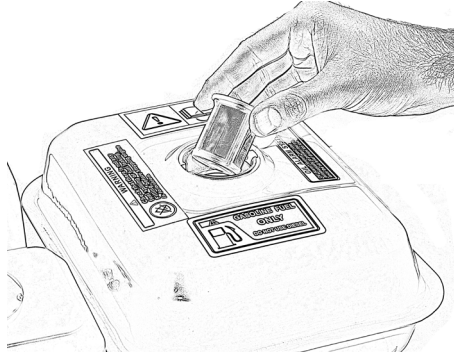

Bild 23
- Öppna tanklocket och ta bort tankens sil, fig. 23.